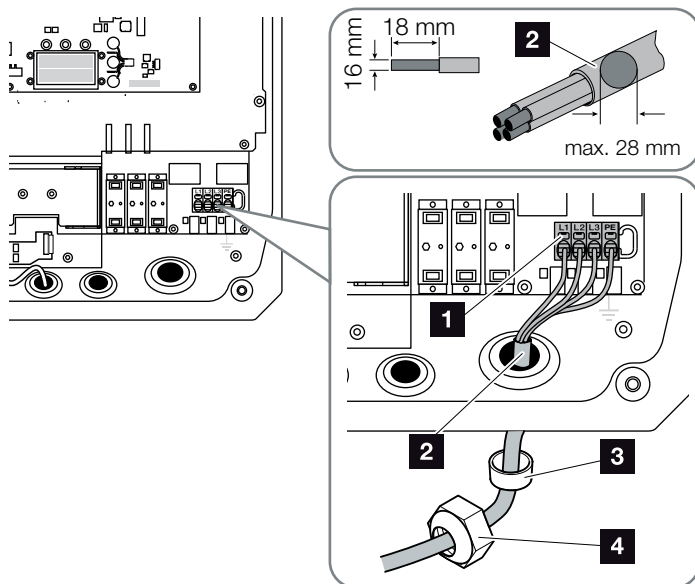

Fig. 21: Conectar el cable de potencia en el inversor
7. Conectar los conductores del cable de potencia conforme a la inscripción en el borne de conexión CA. **!** **Fig. 21, Pos. 1**